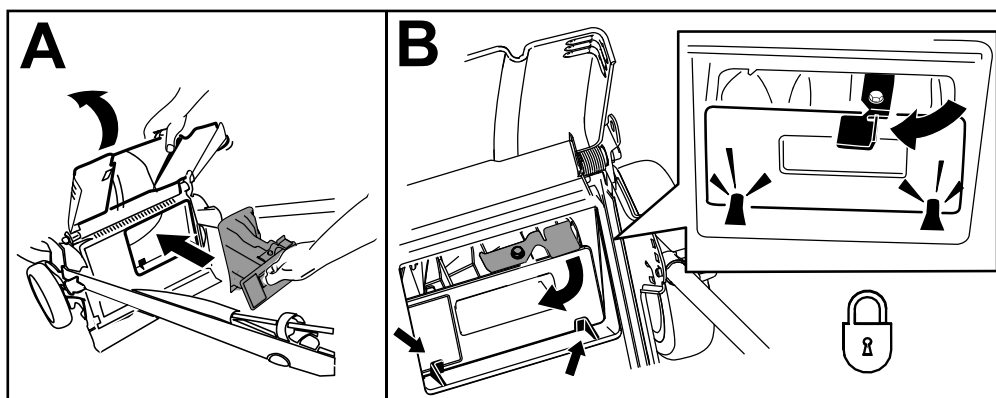

Рисунок 24
**Внимание:** Убедитесь, что задняя заглушка зафиксирована на месте. Чтобы зафиксировать заглушку, поднимите задний дефлектор (Рисунок 24), нажмите на заглушку с достаточным усилием, чтобы она защелкнулась на месте позади выступов, затем поверните рычаг на заглушке влево (Рисунок 24).